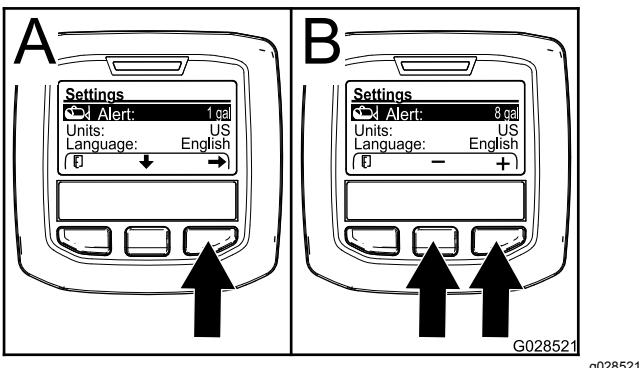

Figura 60
2. Premete il pulsante di selezione centrale per evidenziare le impostazioni di Allarme (Figura 60).
- Premete il pulsante di selezione destro (Figura 60).
4. Usate i pulsanti di selezione centrale o destro per inserire la quantità minima nel serbatoio per far scattare e visualizzare l'allarme durante l'irrorazione (Figura 60).